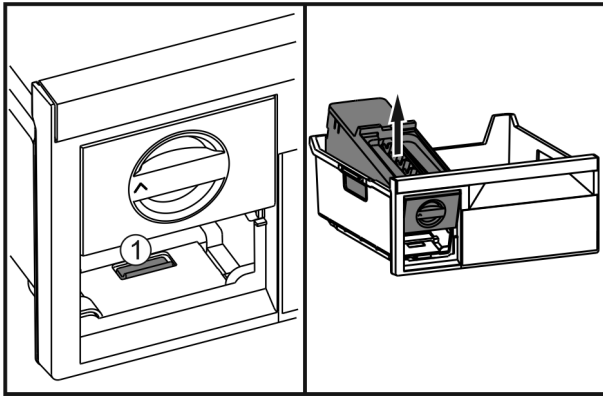

Fig. 56
- ▶ Натиснете езичето Fig. 56 (1), повдигнете EasyTwist-Ice отзад и извадете от чекмеджето на фризера.